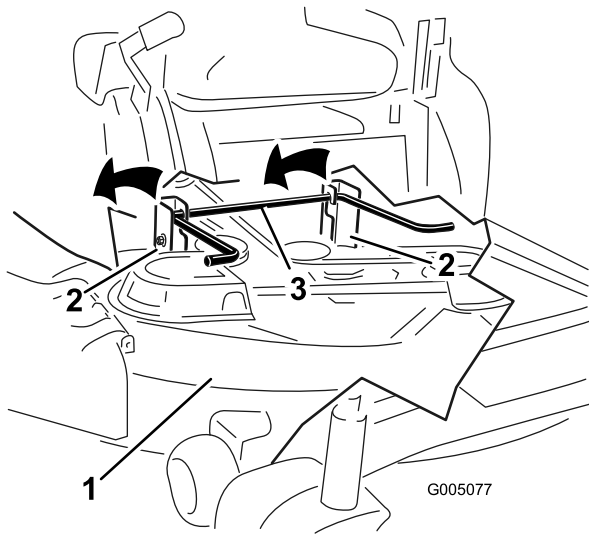

Figure 64
6. Soulevez et déposez le tablier de coupe et les supports de la tige de levage arrière, puis abaissez la tondeuse au sol avec précaution (Figure 64).
- Soulevez l'arrière du tablier de coupe et guidez les supports sur la tige de levage arrière (Figure 64).